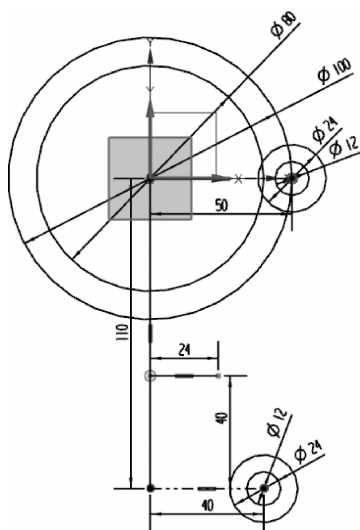

图 2-43 绘制 $\phi 12$ 、 $\phi 24$ 的圆和长 24 的直线
(5) 创建 $\phi 12$ 、 $\phi 24$ 的圆和长 24 的直线。在“草图”工具条中单击  图标, 在长 40 线段端点和长 50 线段端点上分别绘制 $\phi 12$ 和 $\phi 24$ 的圆, 绘制长 24 的直线, 并将它与长 40 的直线之间的距离设置为 40, 如图 2-43 所示。